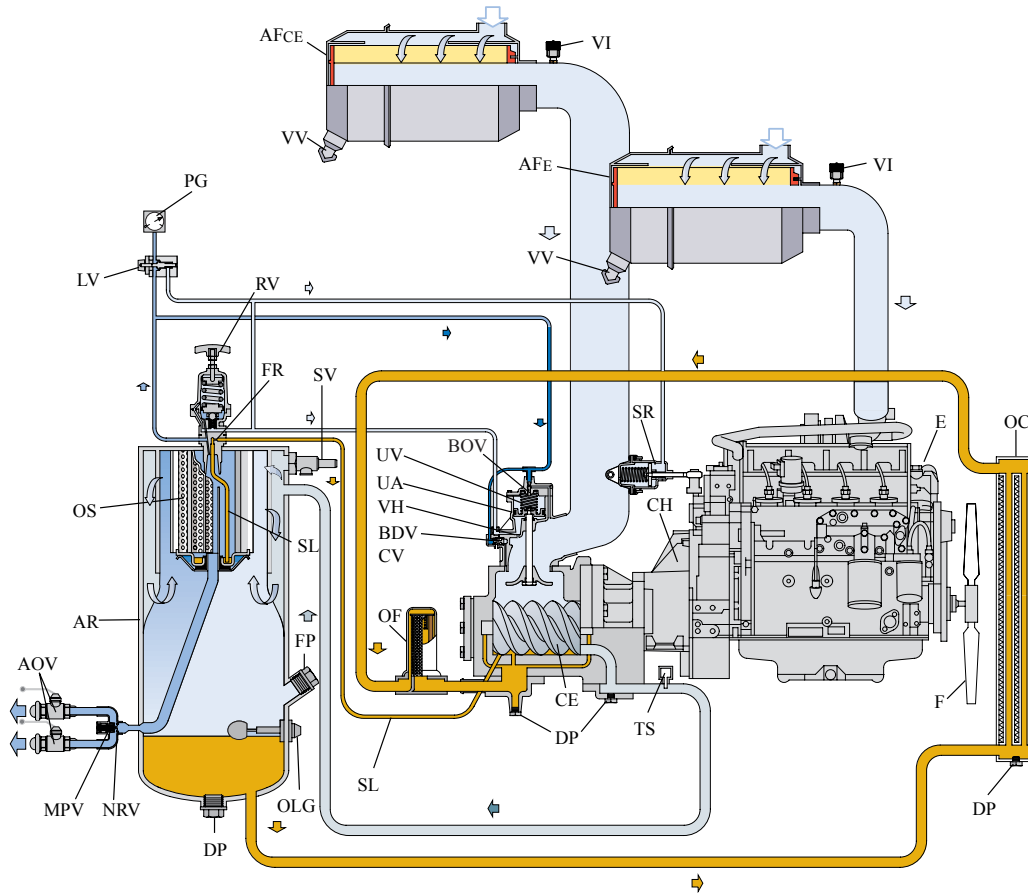

Fig. 2.3
2.5 LUFTSTRØM (SE FIG. 2.3)
2.6 OLIESYSTEM (SE FIG. 2.3)
2.7 PERMANENT REGULERINGSSYSTEM (SE FIG. 2.3)
3. Kontroller kompressoroliens niveau. Viseren i oliemåleren (OLG - fig. 2.3) skal være i det grønne felt. Om nødvendigt påfyldes olie. Se sektion 4.3 med hensyn til, hvilken type olie der skal bruges.
Før påfyldningsproppen til kompressorolie (FP - fig. 2.3) tages af, skal man sørge for at trykket er taget af ved at åbne en luftudløbsventil.
6. Tryk på luftfilterets vacuumstyrede ventil (VV - fig. 2.3) for at fjerne støv.
7. Kontroller luftfilterets serviceindikator (VI - fig. 2.3). Hvis det gule stempel når den røde markering for service, skal filterelementet udskiftes. Nulstil indikatoren ved at trykke på reset-knappen.